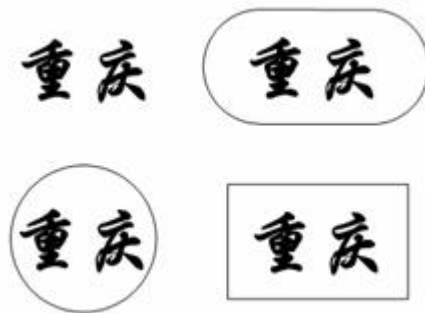

图 8-14 用圆、圆槽、矩形作文字外框
将图 8-14 所示文字，用圆和双头圆弧作为文字外框。其操作步骤如下：
(C)/可变(V)]<可变(V)>:——— 后结果如图 8-14 左下图
(C)/可变(V)]<可变(V)>:——— 结果如图 8-14 右上图
同理，选矩形(R)项——— 结果如图 8-14 右下图